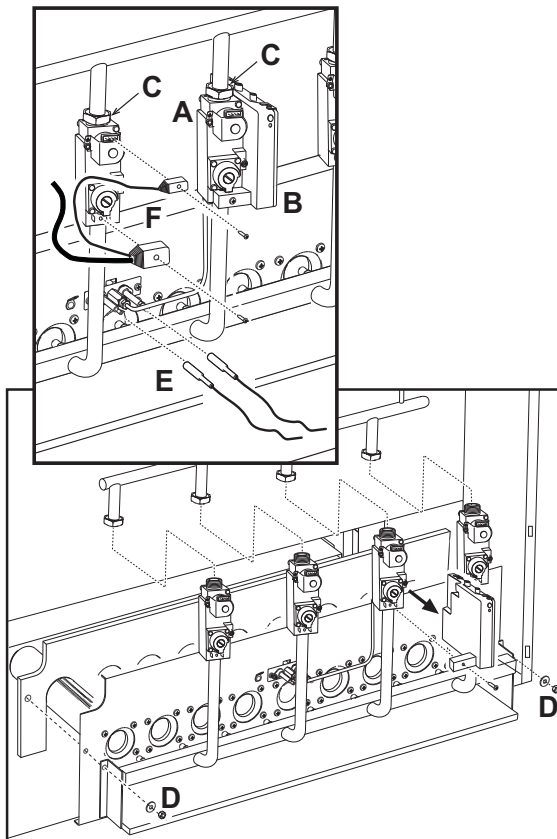

fig. 7 - Desmontaje y limpieza de los quemadores
- Desenroscar los dos tornillos de fijación y extraer la centralita electrónica de control de la llama (B - fig. 7) de la válvula del gas (A - fig. 7).
- Desenroscar los tornillos de fijación y extraer los conectores (F) de las válvulas del gas.
- Desconectar el grupo de electrodos los cables para el encendido y la ionización (E).
- Desenroscar las tuercas que fijan el tubo de entrada de gas en posición previa a las válvulas del gas (C - fig. 7).
- Desenroscar las dos tuercas que fijan la puerta de la cámara de combustión a los elementos en fundición de la caldera (D - fig. 7).